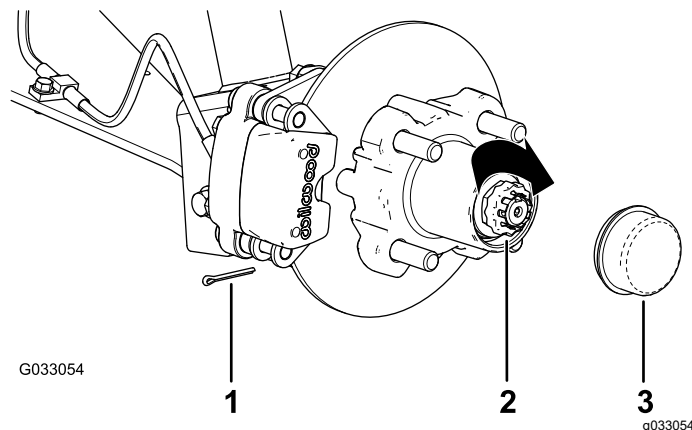

Figura 31
8. Coloque el retén sobre la tuerca y compruebe la alineación de la ranura del retén y el taladro de la chaveta del eje (Figura 31).
9. Instale la chaveta y doble las patas alrededor del retén (Figura 31).
10. Instale el tapón guardapolvo sobre el cubo (Figura 31).